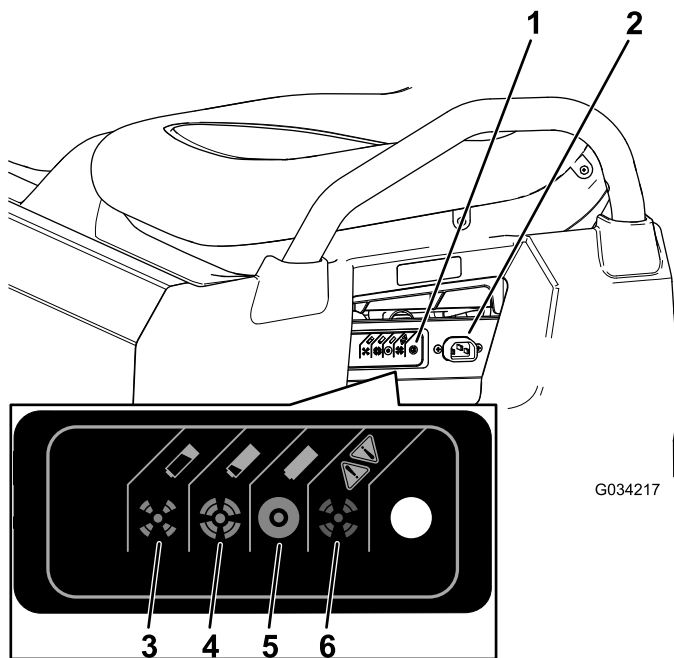

Figura 36
3. Conecte un cable de cargador de calibre 16 (o de diámetro superior), de 2,5 m o más corto al conector de carga de la máquina (Figura 36).
Consulte la siguiente tabla y Figura 36 para conocer el significado de los colores cambiantes del indicador de estado del cargador.